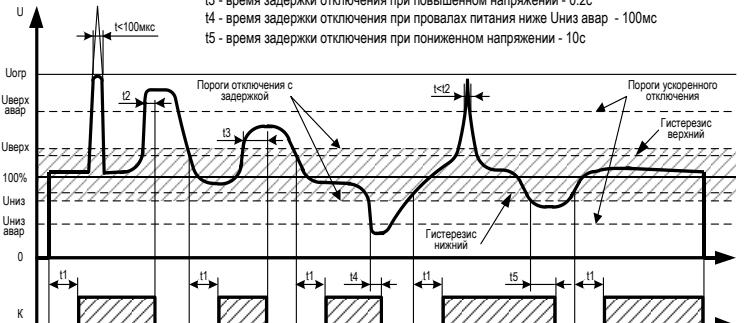

Рис. 3
**ВНИМАНИЕ! Не заменяет другие аппараты защиты (автоматические выключатели, УЗИП, УЗО и пр.).** Возможно применение в сетях любой конфигурации; TN-C, TN-S, TN-C-S, TT. Для удобства пользователей при кратковременных (менее 0.5с) провалах сетевого напряжения, УЗМ не отключает нагрузку и задержки включения не происходят. Диаграмма работы реле приведена на рис. 3.